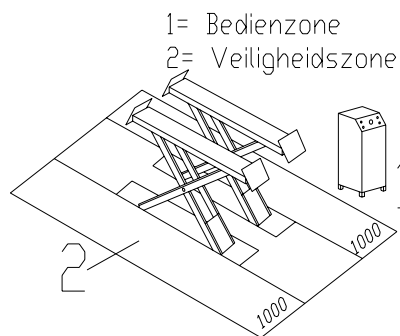

Fig.4
De veiligheidszone (Fig.4) wordt gedeeltelijk bepaald door de afmetingen van het te heffen voertuig.
Tijdens stij- en daalbewegingen moet de bediener zich in de bedieningszone (1) bevinden, zoals aangegeven in Fig.4. De aanwezigheid van personen in de veiligheidszone (2) is ten strengste verboden. De aanwezigheid van personen onder het voertuig is alleen toegestaan als het voertuig geparkeerd is in de geheven stand.